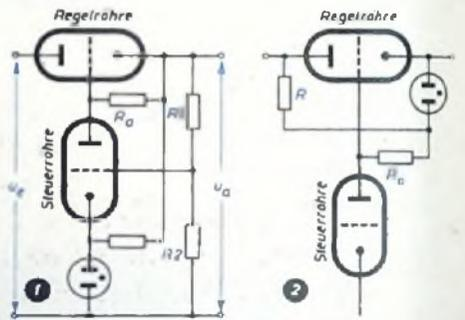
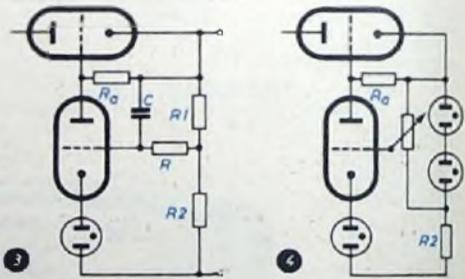

Abb. 1. Schaltung eines stabilisierten Netzgerätes. Abb. 2. Beispiel für erhöhte Betriebsspannung der Steuerröhre zum Verbessern der Regelwirkung
Abb. 3. Erhöhung des Stabilisationsfaktors für Brumm. Abb. 4. Erhöhung des Stabilisationsfaktors für Gleichspannungen durch einen Spannungsteiler
Dieser Wert ist für Wechselstrom (Netzbrum) einfach zu erreichen, indem man R_1 durch einen Kondensator überbrückt. Besser verwendet man hierzu jedoch eine RC-Kombination gemäß Abb. 3. Für die sehr langsamen Schwankungen der Gleichspannung ist k durch die Wahl der Glühlampe sowie der Ausgangsspannung festgelegt. Dies folgt direkt aus Abb. 1. Hier ist abzulesen
Für sie gelten die Formeln (1), (2) und (4) genau wie bei Abb. 1. Ist